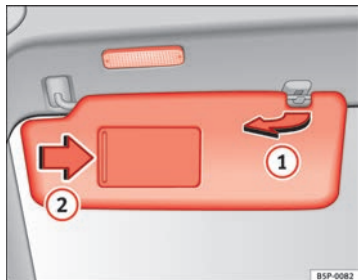

Abb. 80 Sonnenblende auf der Fahrerseite
Die Sonnenblenden für den Fahrer und Beifahrer können aus der Halterung in der Fahrzeugmitte herausgezogen und zu den Türen geschwenkt werden ⇒ Abb. 80 ①.